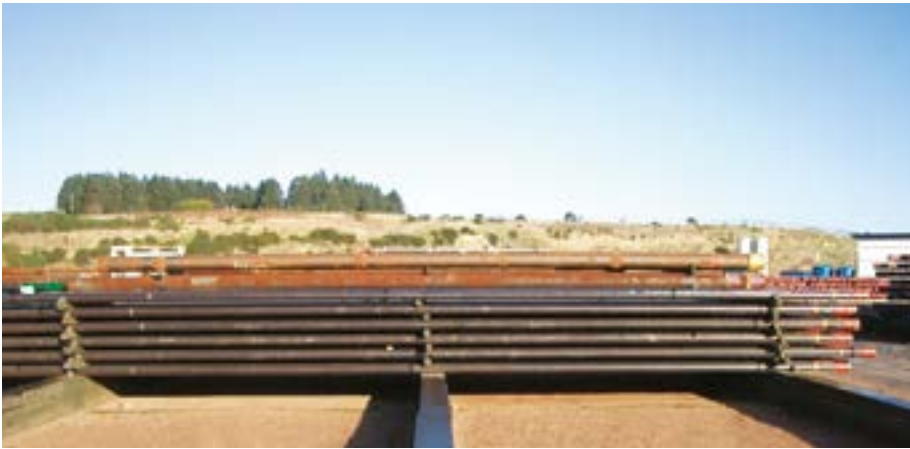

Imagen 1
- Las estanterías de tubos deben estar situadas a no menos de 18 pulgadas (450 mm) del nivel del piso para prevenir el ingreso de agua desde la superficie, tierra u otros contaminantes (vea la imagen 1).